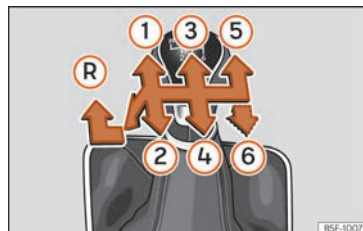

Fig. 136 Schéma d'une boîte manuelle 5 vitesses ou 6 vitesses.
Les positions des vitesses sont représentées sur le levier de vitesses » fig. 136.
- Au point mort, appuyez sur le levier de vitesses, déplacez-le complètement vers la gauche puis vers l'avant pour passer la marche arrière » fig. 136 (R).
En conduisant, le rétrogradage doit toujours s'effectuer de manière progressive, c'est-à-dire, à la vitesse immédiatement inférieure et lorsque le régime-moteur n'est pas trop élevé » fig. 136 (R). Rétrograder en sautant une ou plusieurs vitesses à haute vitesse ou à des régimes élevés du moteur peut endommager l'embrayage et la boîte de vitesses, même si la pédale d'embrayage est enfoncée » 1.